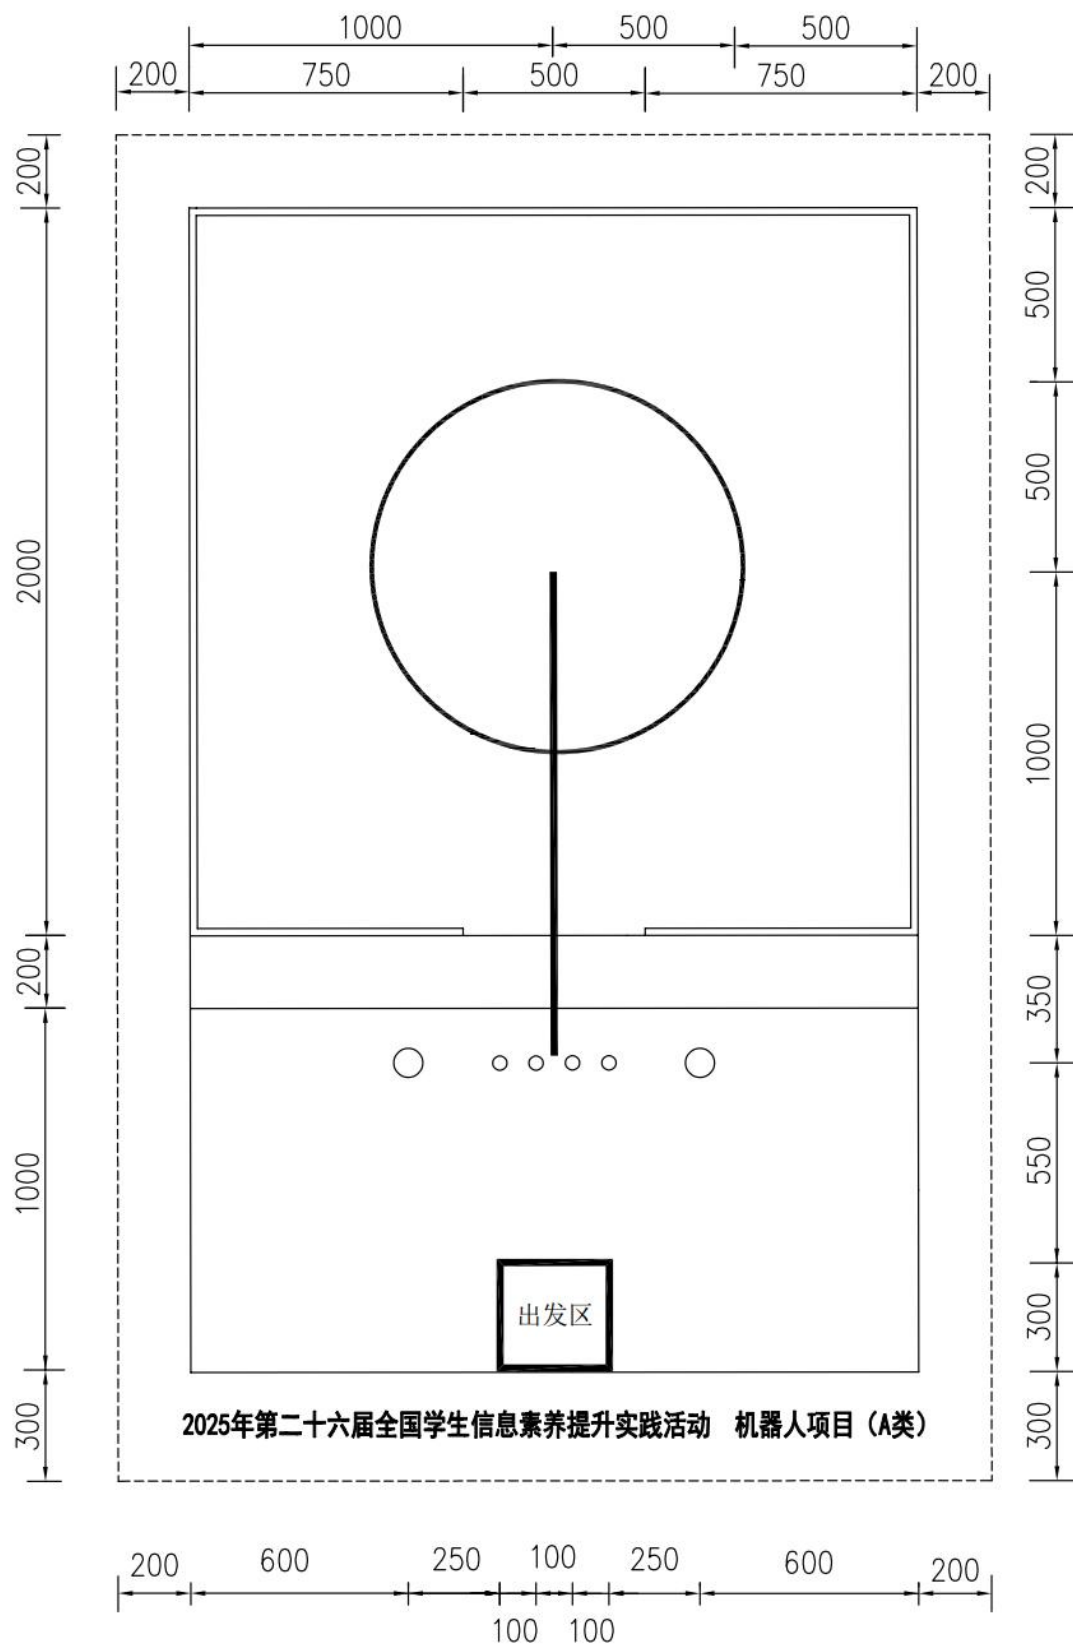

图1 场地俯视示意图
1.1 展示场地为大小约 $3200\text{mm} \times 2000\text{mm}$ 的喷绘地图（以现场提供为准），圆与线段均为黑色且宽度约为 $20\text{mm}$ ，如图1所示。